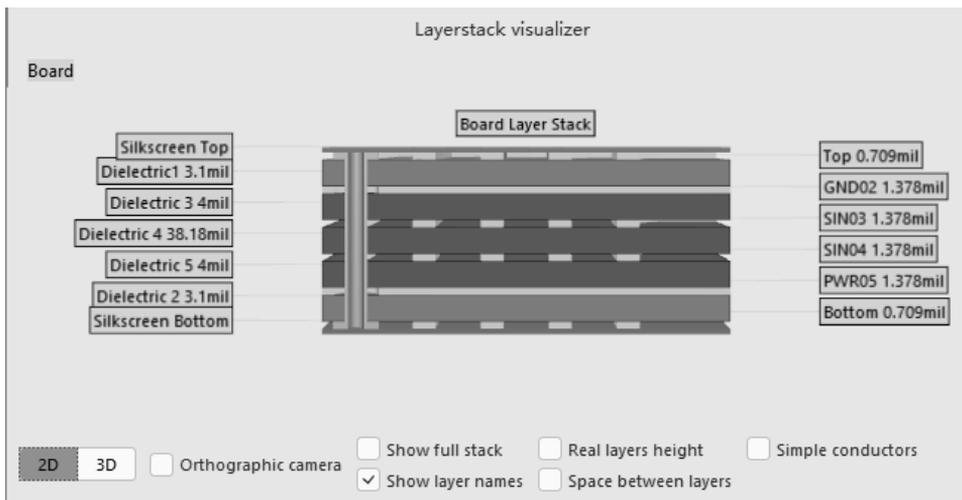

图 3-31 层叠可视化
④ 层叠可视化。在层叠管理器中，执行菜单栏中“工具”→“图层堆栈可视化器”命令，即可打开 Layerstack visualizer 对话框，如图 3-31 所示，可通过选中相关配置选项，进行层叠的查看，单击并按住右键移动可调整视图。按快捷键 Ctrl+C 可复制此页面到剪贴板中。